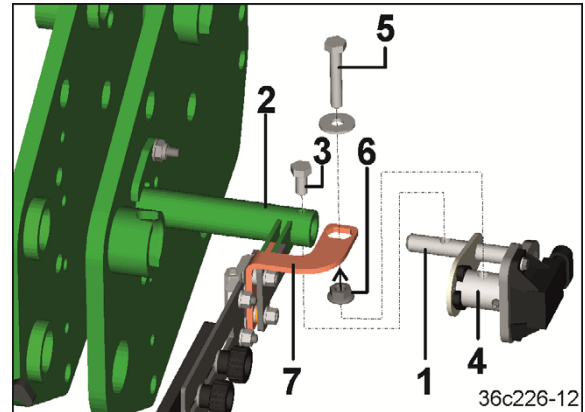

图 117
7. 将扭矩支撑装置（图 117/1）插入支架（图 117/2）并通过六角螺栓（图 117/3）卡紧。
8. 将电位计（图 117/4）通过六角螺栓（图 117/5）和六角螺母（图 117/6）与悬臂（图 117/7）连接在一起。